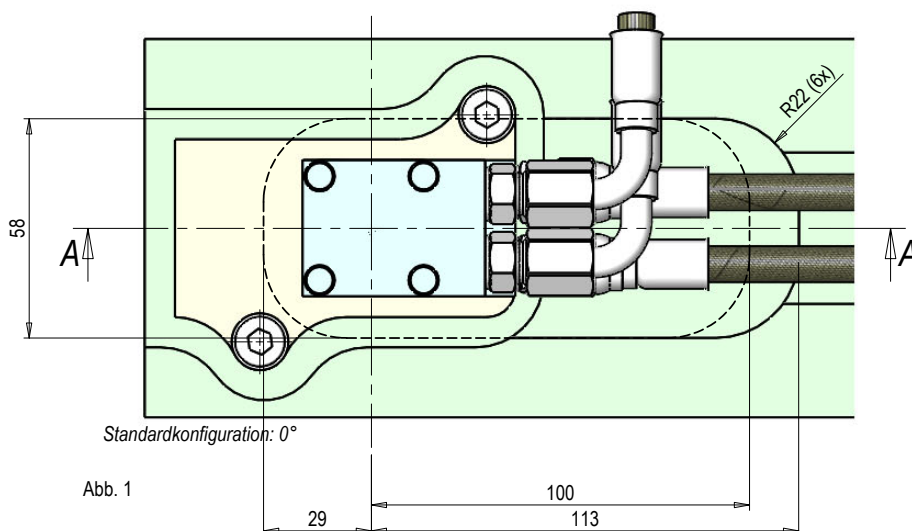

Abb. 1
b) Alternative Positionen der Anschlüsse gegenüber der STANDARD-Konfiguration in Abb. 1;